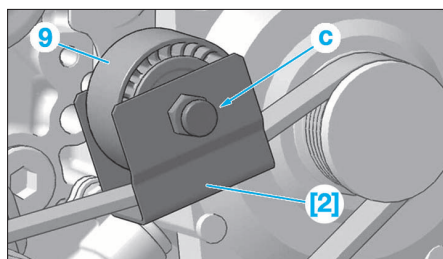

FIG. 24
• Bloquer l'outil [2] en serrant la fixation (c) sur le galet enrouleur (9) (Fig.24).